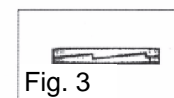
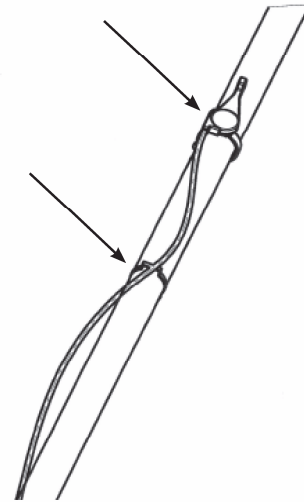

Fig. 3
Fig. 4
1. Ta bort muttern (A) och brickorna (B) från skruven på rotationsanordningen.
3. Kontrollera att styrpinnen (C) går in i hålet (D) i fästet.
**Anmärkning: Kontrollera att brickorna (B) sitter rätt innan ihopmonteringen (fig. 3).**
4. Dra fast brickorna (B) och muttern (A) på skruven för rotationsanordningen.
5. Ihopmontering av rörskaftet (E). Kontrollera att blockeringsstiften (F) går in i hålen i röret så att skaftet sitter ordentligt fast i balken.
8. Fäst gaskabel längs skaftet med klämmorna (fig. 4).